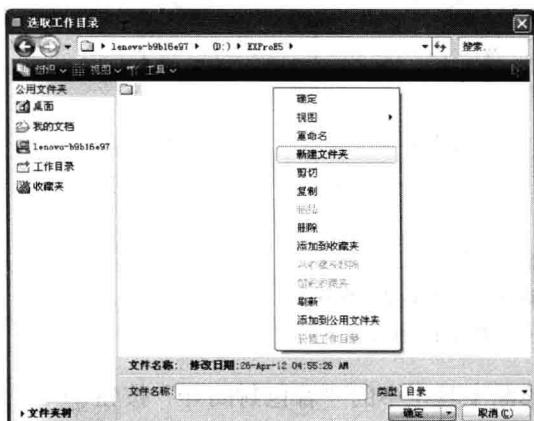
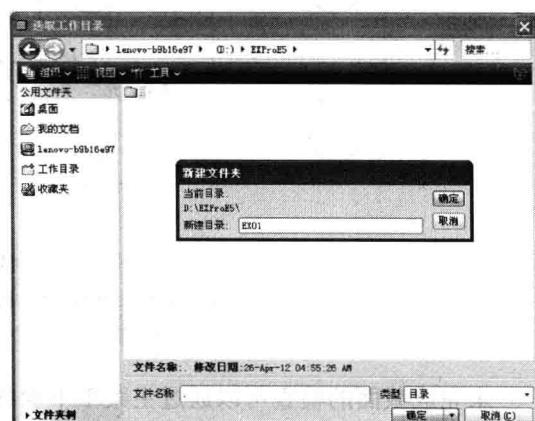

图 1-12 选取工作目录
图 1-13 设置工作目录
(1) 新建一个名为“EX01-01a”的零件文件。选择主菜单“文件”→“设置工作目录”，打开【选取工作目录】对话框。选取工作目录“D:/EXProE5”，在工作目录区单击鼠标右键，弹出快捷菜单，选取“新建文件夹”命令，如图 1-12 所示。在弹出的【新建文件夹】对话框中输入“EX01”，如图 1-13 所示，单击“确定”按钮，再单击【选取工作目录】对话框中的“确定”按钮，即可完成当前工作目录的设定。